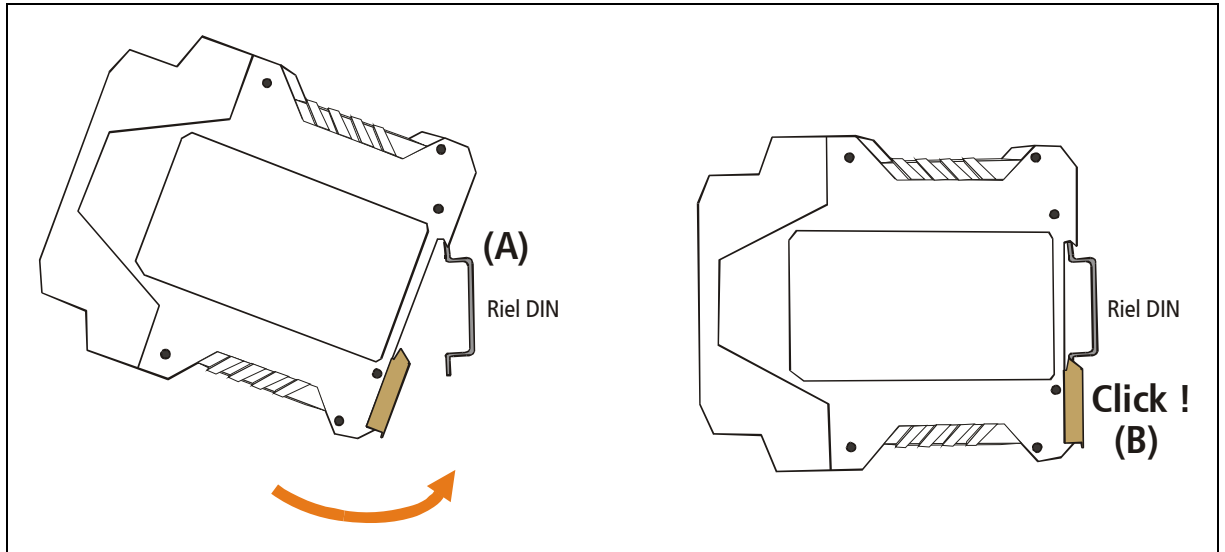

Figura 4 - Montaje del equipo sobre riel DIN
Para sujetar el equipo a este tipo de riel (como se muestra en la figura 4), oriente la parte superior del equipo hacia el riel y ubique la ranura del adaptador sobre el borde superior del mismo (A).